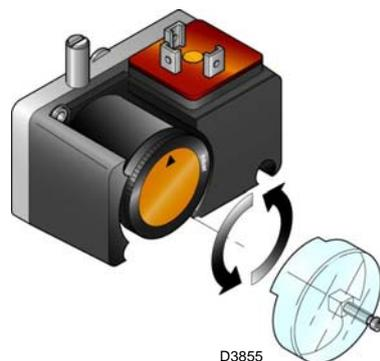

Fig. 37
- Regular el presostato gas de mínima (Fig. 37) al inicio de la escala.
Regular el presostato gas de mínima después de haber efectuado todas las demás regulaciones del quemador con el presostato regulado a inicio de escala (Fig. 37).